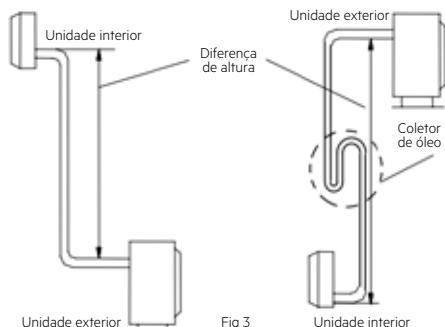

Fig 3
- Se a posição de instalação da unidade externa for mais alta do que a da unidade interna e a tubagem for superior a 10 m, adicione um coletor de óleo à tubagem de gás a cada 8 m. (Fig. 3)